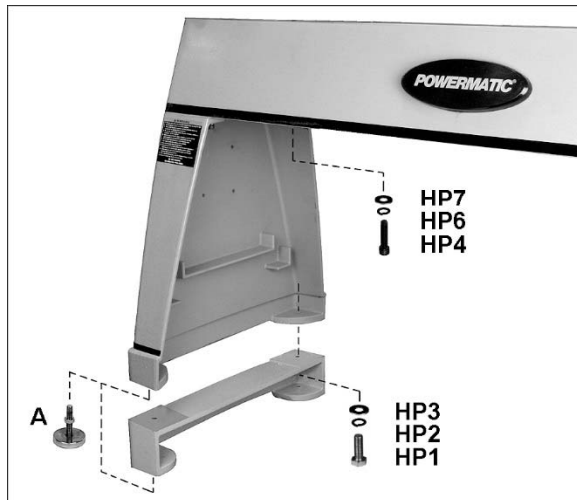

Figura 6-1: instalación de patas y bloques de elevación
4. Instale las patas en la bancada con tornillos y arandelas (HP4/6/7, Figura 6-1). Apriete firmemente los tornillos.
5. Si se instalan bloques de elevación, móntelos en los pedestales con tornillos y arandelas (HP1/2/3, Figura 6-1).
6. Enrosque los niveladores (A, Figura 6-1) en agujero roscados del bloque de elevación (o patas si no se usa el bloque de elevación). Los niveladores pueden ajustarse en cualquier